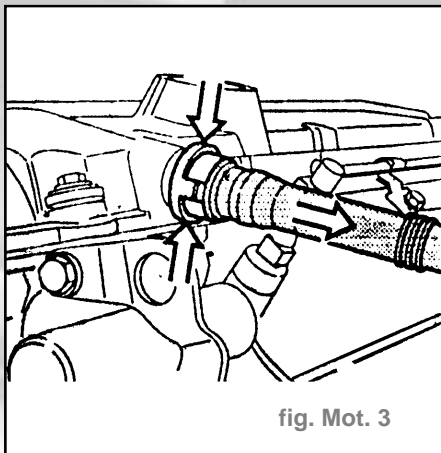

fig. Mot. 3
- Déclipser le raccord du reniflard (fig. Mot. 3).